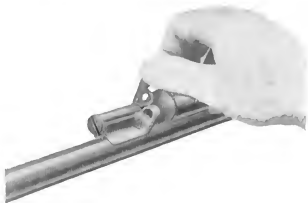
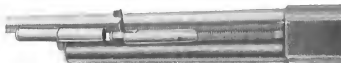

Fig. 6
Fig. 7
- Ruotare (fig. 6) e spostare verso la molla di ricupero (fig. 7) la guida asta comando con pistone
- la guida molla sia vicina alla testa del pistone (fig. 7) e non alla culatta (nel qual caso non è possibile introdurre la canna stessa)